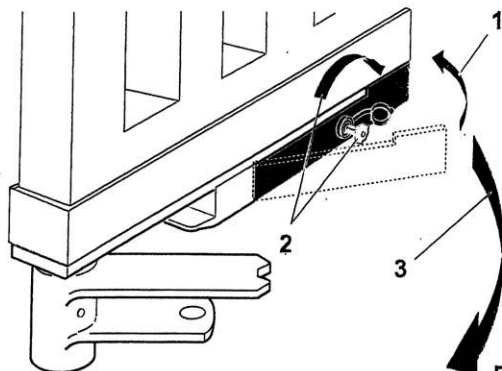

Fig. 16
- ustawić dźwignię w jej położenie spoczynkowe (rys.16-odn.1)
- włożyć klucz deblokady w zamek i przekręcić go w kierunku od słupka aż do oporu (rys.16-odn.2)